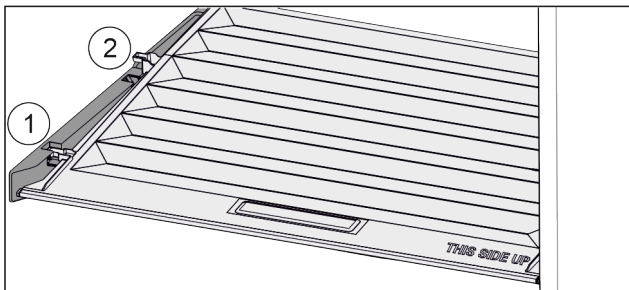

Fig. 124
- Veko potiahnite dopredu až k otvoru v prídržných dieloch Fig. 124 (1).
- Vzadu ho nadvihnite zospodu a zložte smerom nahor Fig. 124 (2).